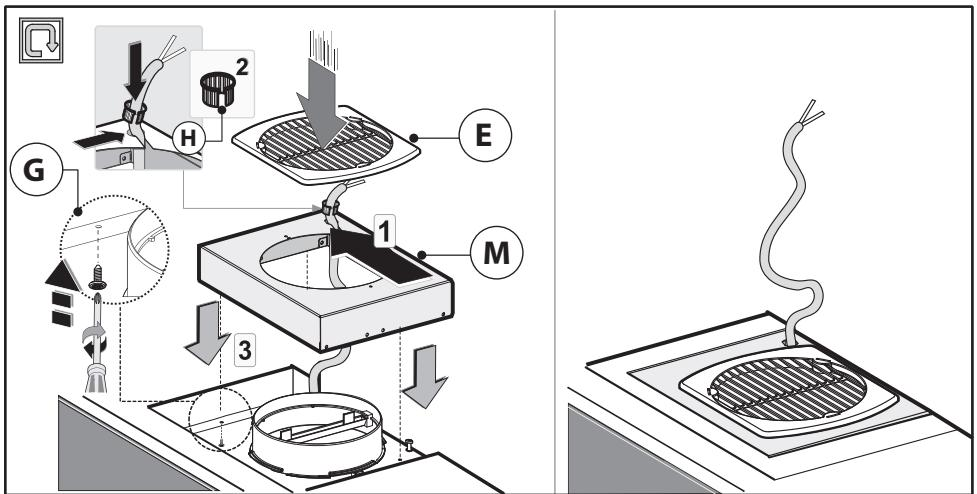

Fig.6
- Far passare il cavo di alimentazione sull'asola del cupolino **M** indicata in **Fig.6**.
- Riposizionare il cupolino **M** e la griglia **E** e poi avvitarlo con le 2 viti di fissaggio **G** (**Fig.6**).